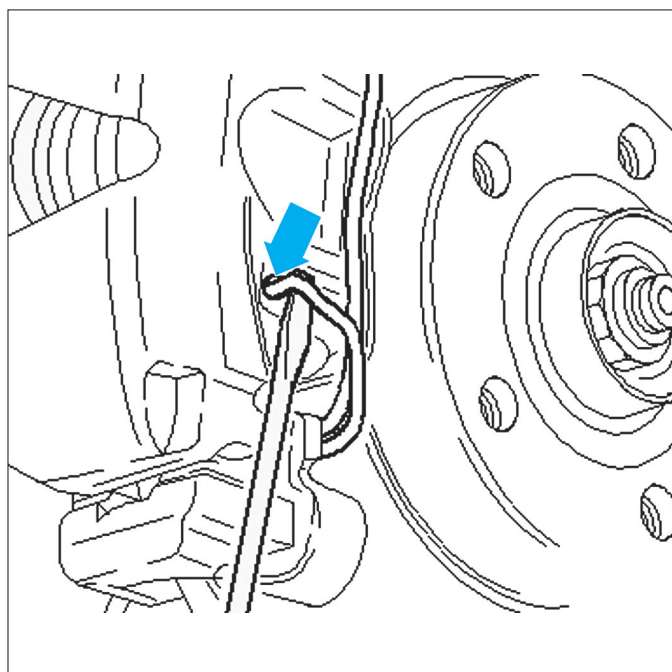

Fig. 1
- A l'aide d'un tournevis, faire levier pour dégager le ressort de maintien des plaquettes hors de l'étrier de frein (flèche) et le retirer (Fig.1).